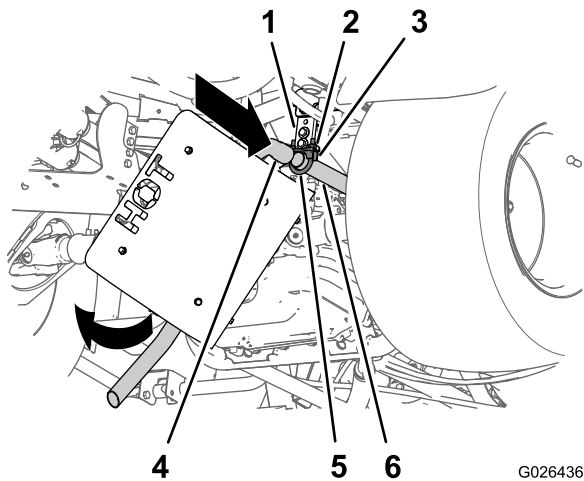
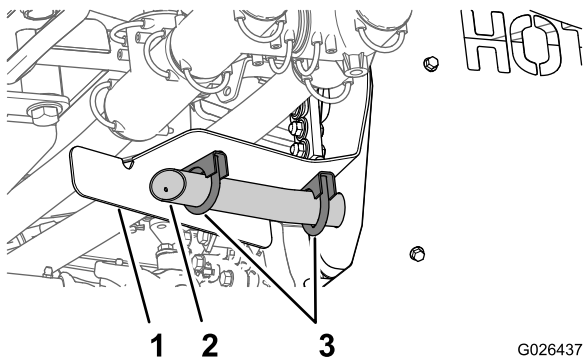

Figure 13
Figure 14
1. Alignez le tuyau d'entrée du silencieux sur l'extrémité ouverte du tuyau d'échappement (Figure 13).
3. Tournez le silencieux vers le haut jusqu'à ce que le tuyau arrière du silencieux soit aligné sur le support du tuyau arrière (Figure 13 et Figure 14).
4. Fixez le tuyau arrière à son support au moyen de 2 colliers de silencieux (1-1/4 po), comme montré à la Figure 14.
5. Serrez les écrous des colliers de silencieux sur le tuyau d'échappement et le tuyau d'entrée du silencieux (Figure 13), le tuyau arrière et son support (Figure 14), et le support de silencieux et le tube de support de réservoir (Figure 12) à un couple de 1 978 à 2 542 N-cm.